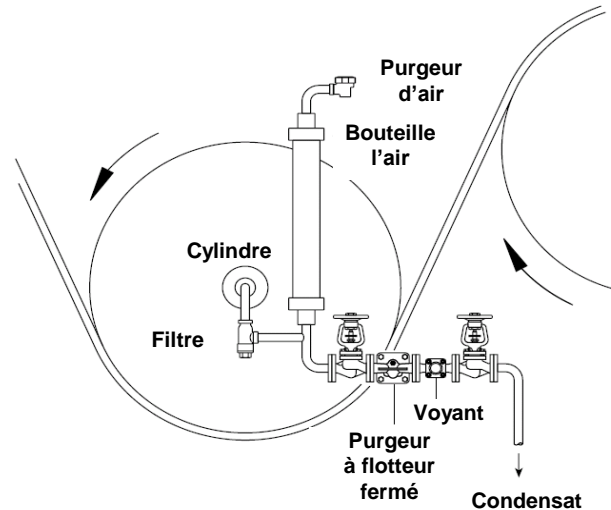

Fig.6 – Cylindre rotatif à faible vitesse avec unité de purge
- Le purgeur à flotteur fermé doit être installé le plus près possible du point de purge, car dans le cas contraire, il y a un risque de bouchon de vapeur. Ce bouchon de vapeur survient lorsque la tuyauterie entre la sortie de condensat et le purgeur est pleine de vapeur ce qui interdit au condensat d'atteindre le purgeur. Ceci peut amener à un engorgement du système et affecter le rendement de l'installation. Ceci est la même chose pour les bouchon d'air sur les système d'eau. L'application où le risque de bouchon de vapeur est élevé, c'est la purge des cylindres sécheurs et autres où le condensat doit être évacué au moyen de godets ou de siphons. Les bouchons de vapeur peuvent facilement être évité par l'utilisation d'un purgeur avec un système un anti bouchon de vapeur incorporé (C), la fig. 6 montre un purgeur FT-C installé sur un cylindre rotatif à faible vitesse. Le système anti bouchon de vapeur s'ouvre en tournant la vis dans le sens inverse des aiguilles d'une montre. Le réglage standard fait en usine est de 1/2 tour qui correspond environ à une fuite contrôlé de vapeur de 22 kg/h à 10 bar.